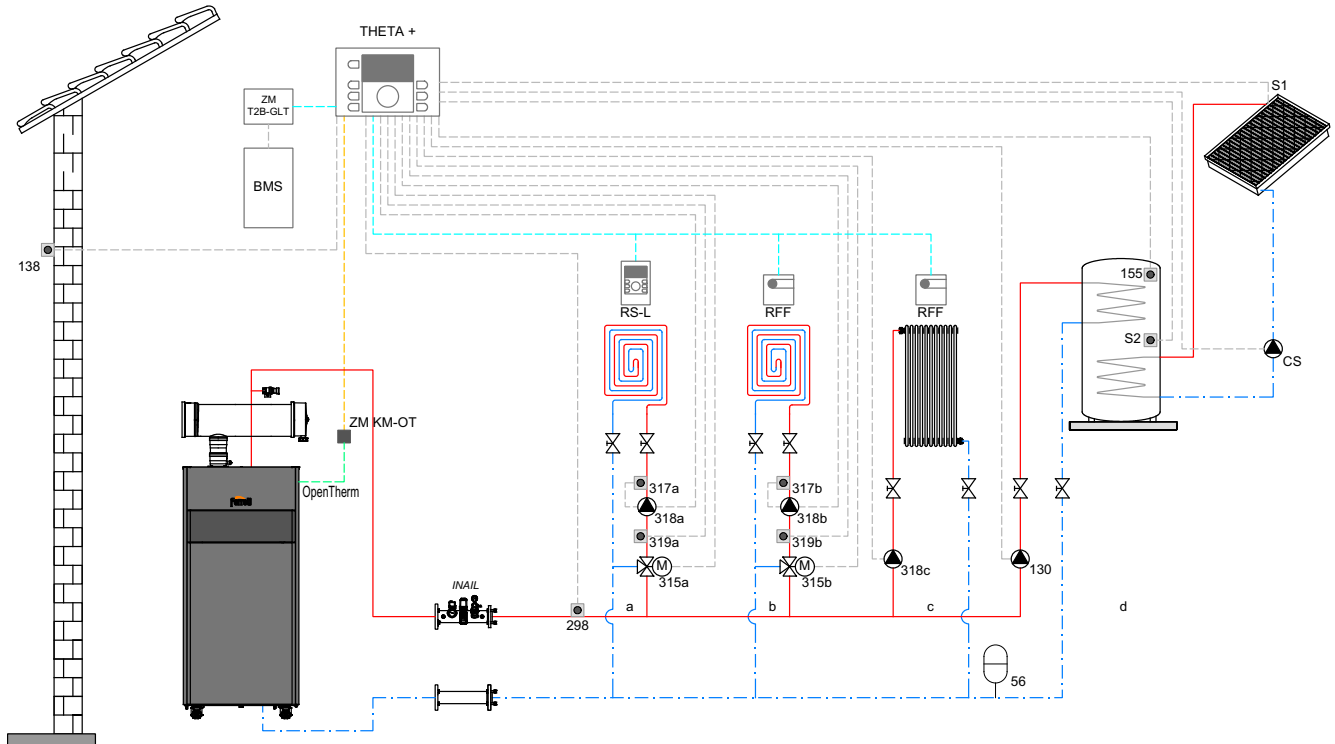

fig. 46
**Leyenda (fig. 46 y fig. 47)**